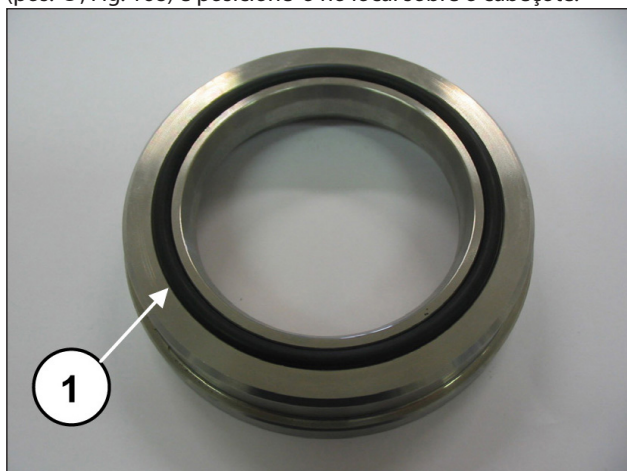

Fig. 168
Monte agora sobre o anel do cabeçote do anel circular (pos. ①, Fig. 168) e posicione-o no local sobre o cabeçote.